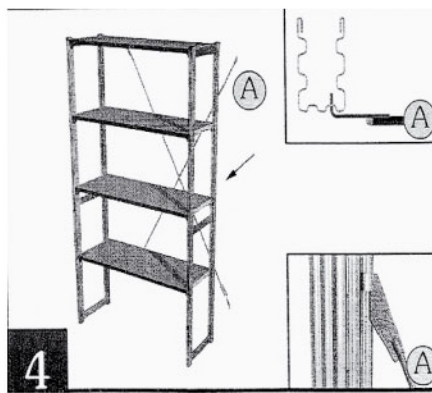

Рис.4 Установка крестовины жесткости
4. Крестовина жесткости располагается с задней стороны стеллажа, вставьте зацепы крестовины жесткости в отверстия торца противоположных спаренных стоек на одном уровне, соединение длинных и коротких прутков крестовины происходит с помощью талрепов (крюк-крюк).(рис.4),